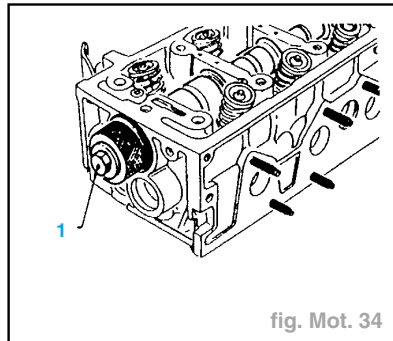

fig. Mot. 34
- Monter le joint d'arbre à cames avec l'outil **0132V**. Serrer la vis (1) jusqu'en butée (fig. Mot. 34).